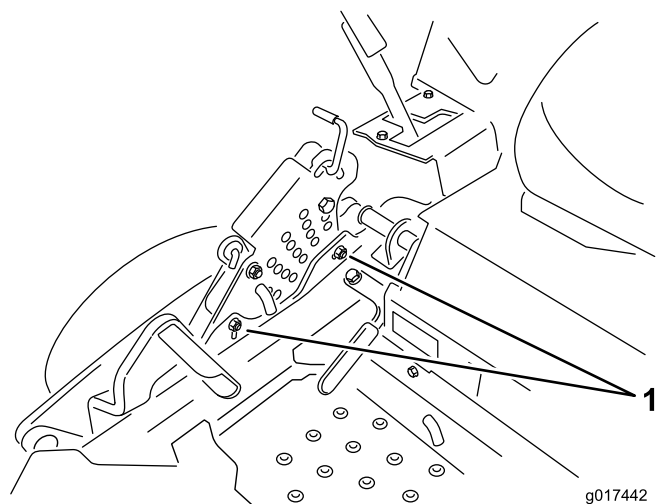

Figura 72
12. Per agire sull'impianto di regolazione da un punto unico, allentate i due bulloni alla base della piastra dell'altezza di taglio. Vedere Figura 72.
14. Serrate i due bulloni alla base della piastra dell'altezza di taglio (Figura 72). Serrate a 37–45 Nm.